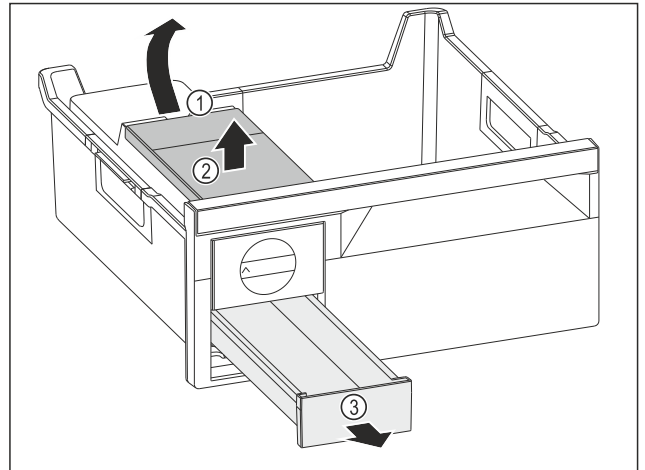

Fig. 88
- ▶ Sacar el depósito de agua: Subir el depósito de agua por la entalladura Fig. 88 (1).
- ▶ Extraer el depósito de agua Fig. 88 (2) por arriba.
- ▶ Extraer el cajón para cubitos de hielo Fig. 88 (3) por delante.